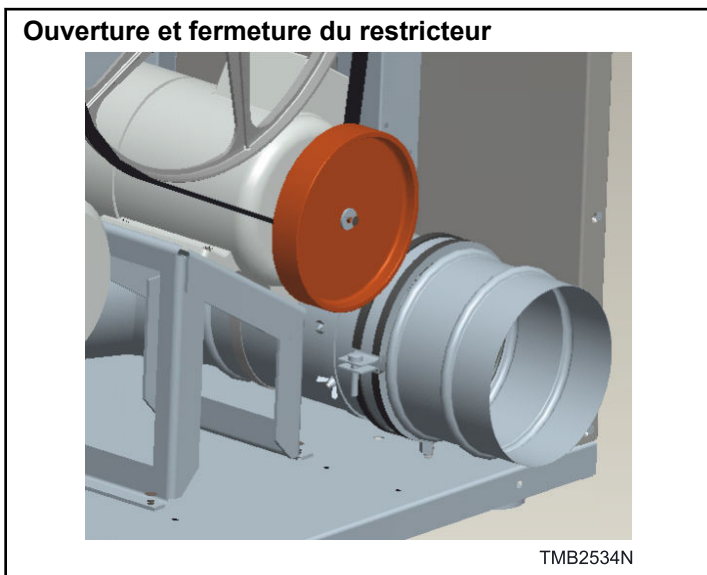
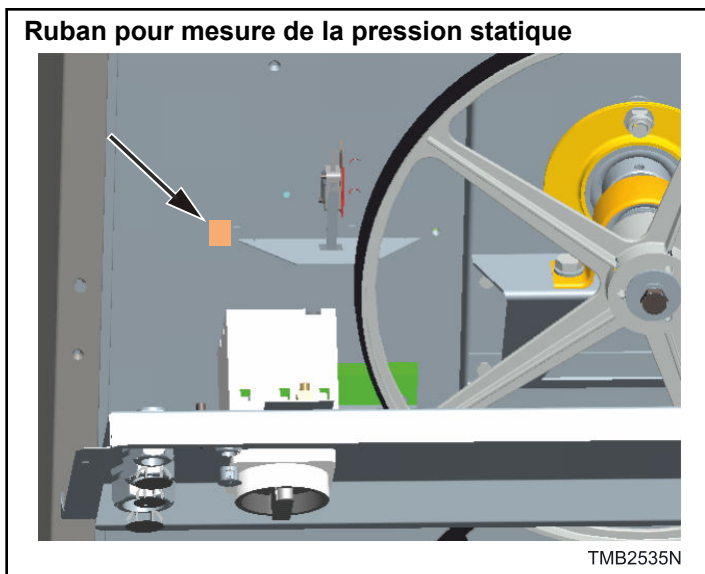
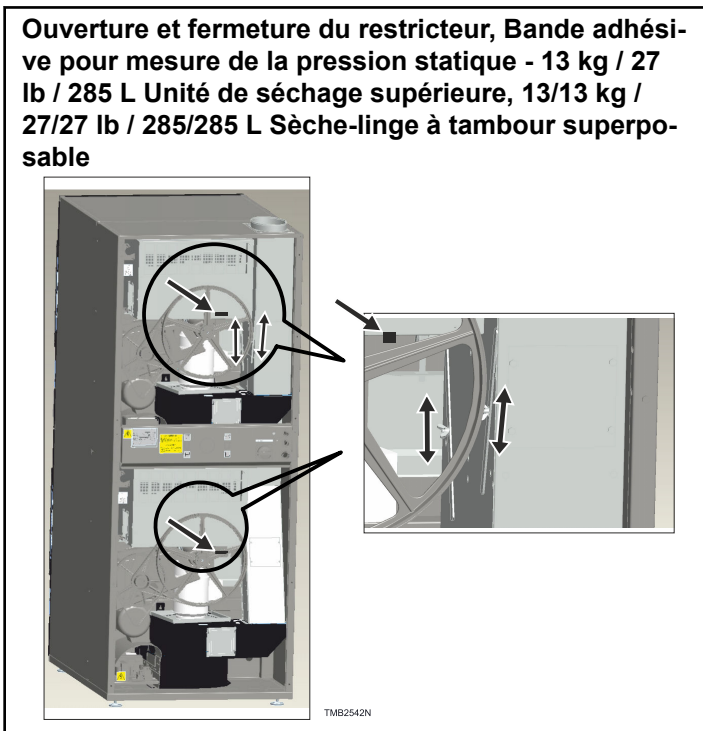

Figure 39
Figure 40
Figure 41
1. Retirer le cache arrière. Le réglage du débit de circulation se fait en mesurant la pression statique au point d'embrayage à dépression. L'ouverture permettant de mesurer la pression statique est recouverte d'une bande adhésive. Voir la *Figure 40* et la *Figure 41*.
3. On peut augmenter ou diminuer la pression en ouvrant ou en fermant le restricteur. Voir la *Figure 39* et la *Figure 41*.